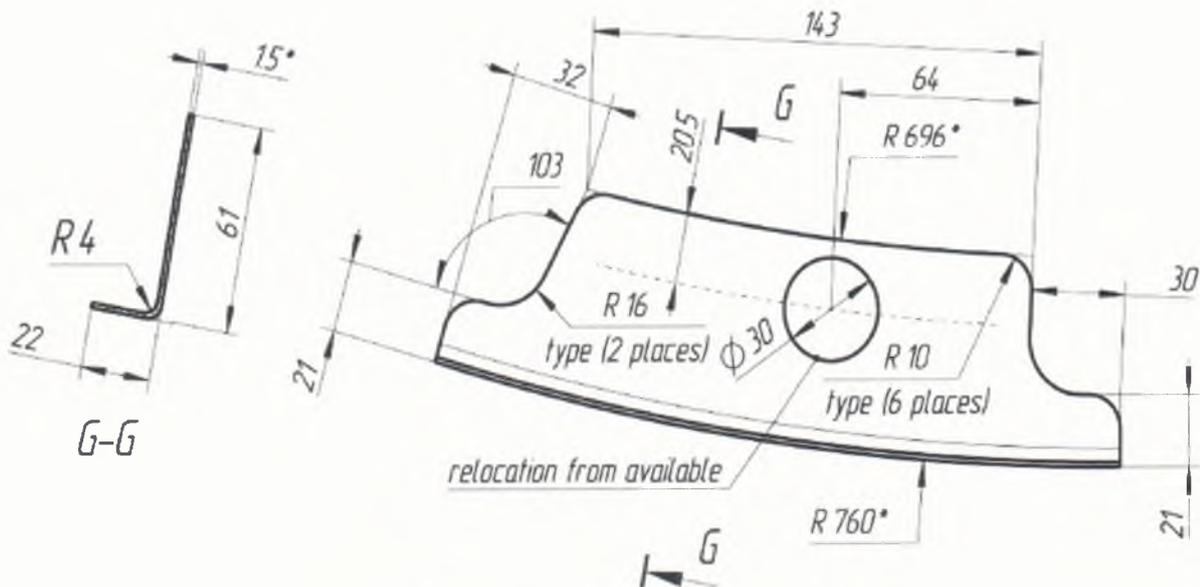

Рисунок 29. Splice plate/002.
1.20.3. Изготовить ремонтные накладки из материала 12Х18Н10Т-1,5 mm в соответствии с рис. 29,30, шероховатость накладки по контуру Ra3.2, покрытие Хим.Пас. Накладку изготавливать из листа без дополнительной термообработки.